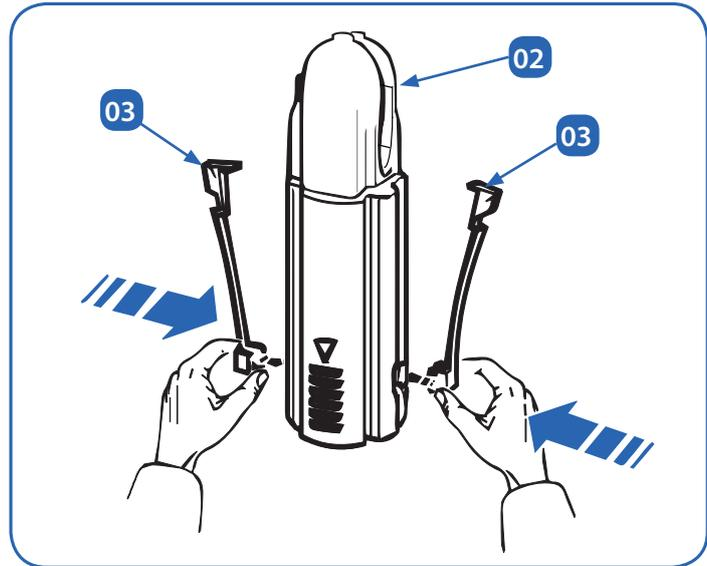

Fig. 05.13. Montaje de los ganchos.
- Insertaremos los dos ganchos **03** en el tubo de caída de alimento **02**. Presionaremos la parte inferior de los ganchos contra el alojamiento del tubo hasta que queden clipados en él (Fig. 05.13.).